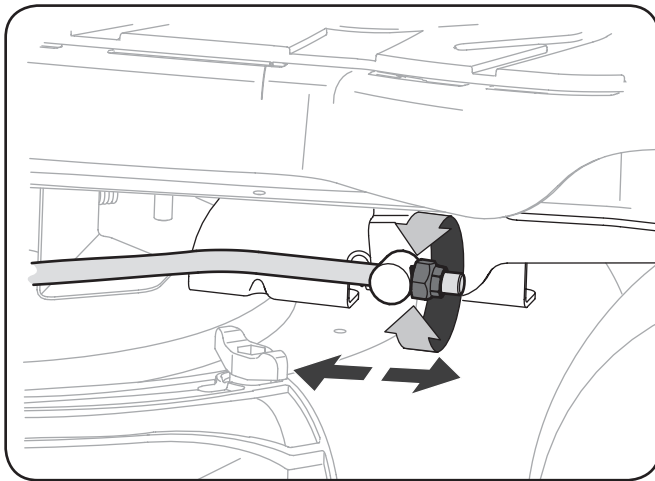

Figura 6-3
3. Localice la tuerca de la brida en el extremo frontal de la Barra de Elevación PTO. Ver Figura 6-3.